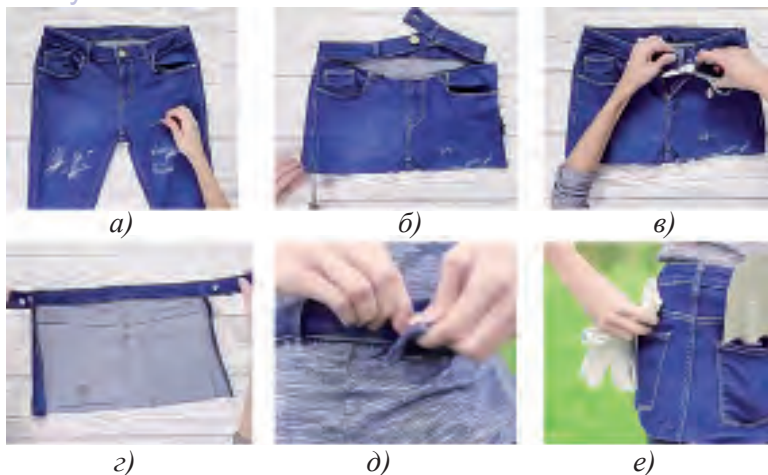

Рис.81. Рабочий фартук для хранения рабочих принадлежностей.
Теперь изготовим рабочий фартук для хранения инструментов из вышедших из употребления брюк (рис.81).
1. Сначала от шаговых до боковых швов по горизонтали отрезаются штанины (рис.81, а).
2. Затем с передней части брюк срезается пояс (рис.81, б).
3. Срезаются передние половинки брюк (рис.81, в) и фартук для хранения рабочих принадлежностей готов (рис.81, г, д, е)